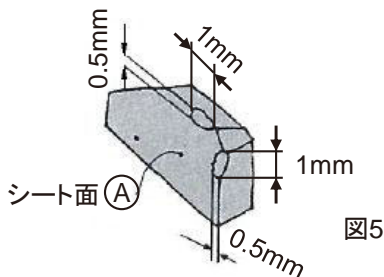

図5
(1) 部品交換の目安 (各部品の型番はカタログにてご確認ください。)
- シート : 図5のように稜線部に幅0.5mm×長さ1mm以上の損傷がある場合。